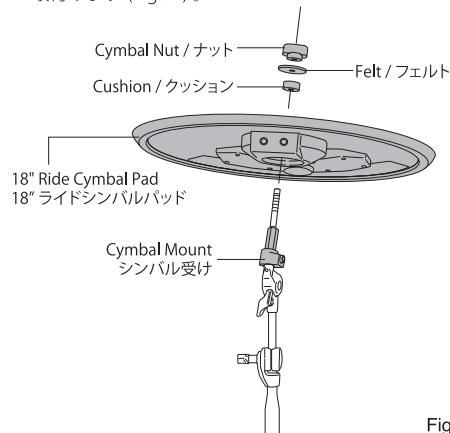

Fig.30
4. Place the 18" Ride Cymbal Pad onto the Cymbal Mount. Install the Cushion, Felt and Cymbal Nut as shown (Fig.30).
シンバル受けが付いたティルターを18"ライドシンバルパッドの穴に通し、クッション、フェルト、ナットの順番に取付けます (Fig.30)。